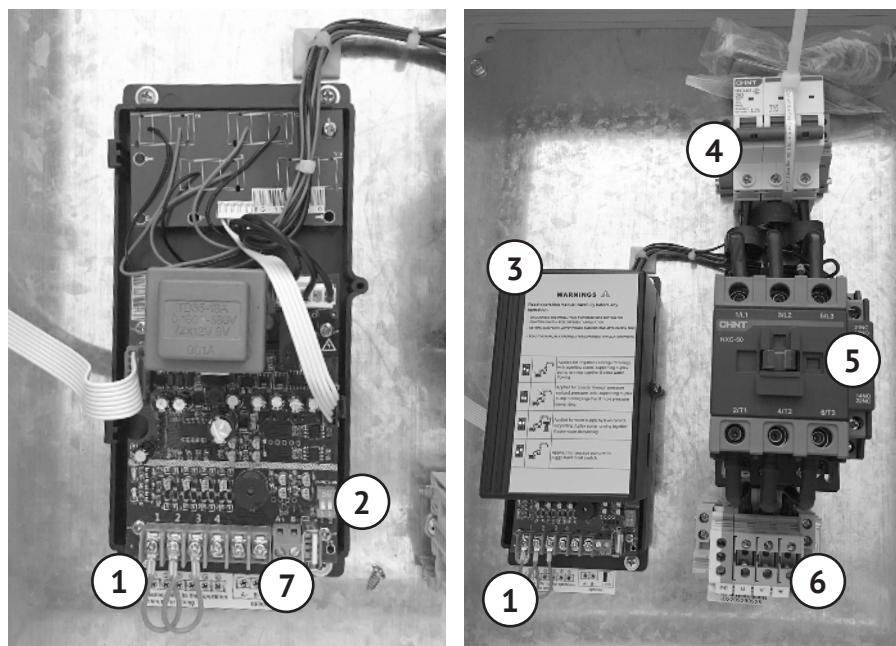

Рис. 2
Блок контрольных устройств (далее — «БКУ», см. рис. 2, 4) служит для подключения датчиков уровня (далее — «ДУ»), поплавкового выключателя (далее — «ПВ») и/или реле давления (далее — «РД»).
- Подключите ДУ или ПВ (в комплект не входит) к контактам БКУ (см. рис. 2) согласно схемам на рис. 5.